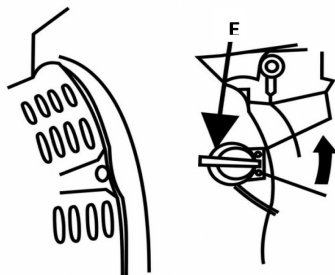

Рис. 23
4. Переведите выключатель двигателя в положение OFF / «ВЫКЛ.» (Рис. 23).